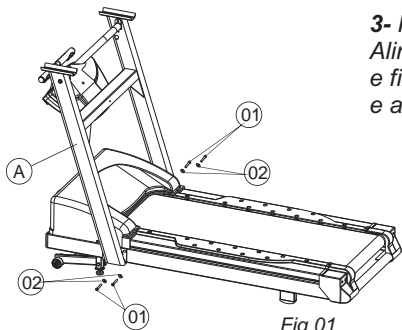

Fig.01
2- Levante o corrimão (A)-Fig.01, até o final, alinhando suas furações com as do chassi. Fixe o mesmo no chassi com os parafusos (01) sextavados M8x20 mm e arruelas (02) M8 lisa Ø22 mm.